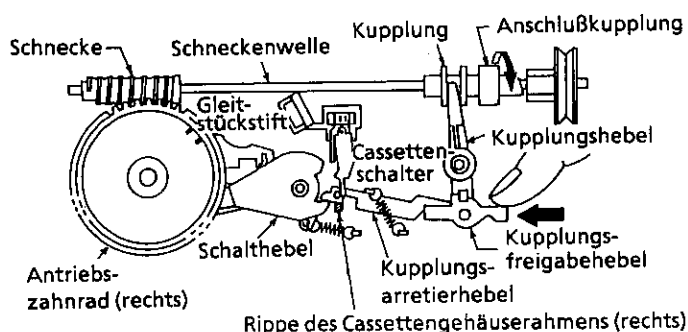

Abbildung 1-16.
1. Das Gleitstück durch Drehen der Anschlußkupplung in Pfeilrichtung (gegen den Uhrzeigersinn) verschieben, bis sich der Gleitstückstift an der Unterseite der Gleitstücknut (Abbildung 1-16) befindet (Lade - Betriebsart).
2. Wenn die Position wie in Abbildung 1-16 vorliegt, den Kupplungsfreigabehebel von Hand in Pfeilrichtung drücken, bis der Kupplungsarretierhebel durch die Rippe am rechten Cassettengehäuse Rahmen fest arretiert wird.